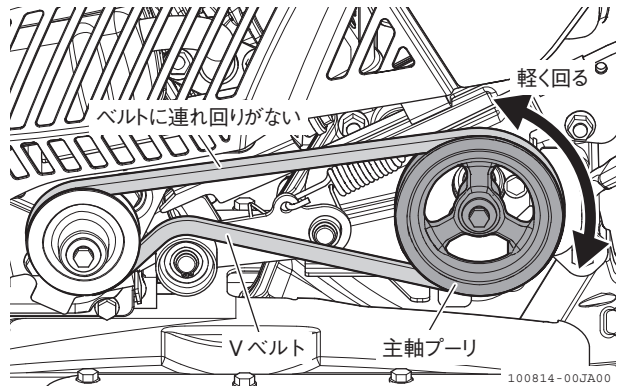

図 4-24 点検のしかた
3. 主クラッチレバー「切」位置にして、主軸プーリを手で少し回しVベルトと主軸プーリの連れ回りが無いことを確認します。（図 4-24）